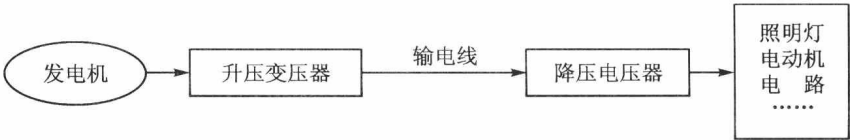

图 1-2 电力系统供电示意图
① 电能的传输、分配和转换 在电力系统中,电压、电流功率大,称为“强电”,电路可以实现电能的传输和转换。如图 1-2 所示的电力系统中,发电机是电源,发出的电压经升压变压器提高电压,再经输电线传输给降压变压器把电压再降低,最后分配给各用户用电,用电设备再把电能转换为其他形式的能量。